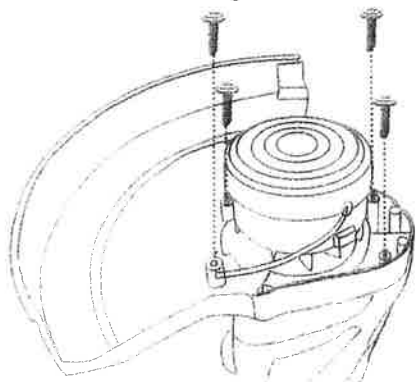

Fig. 2
- Inserte el protector de la seguridad (10) en la carcasa del motor y fíjalo con 4 tornillos. (Fig.2).